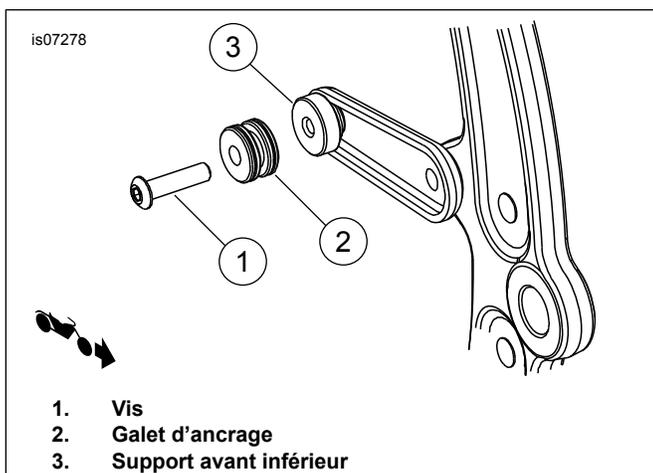

Figure 6. Galet d'ancrage inférieur avant (sans les autres accessoires amovibles)
1. Voir Figure 6. Installer le galet d'ancrage mini (2) sur la vis (1).
3. Installer la vis dans la partie filetée du support avant inférieur (3). Serrer la vis à un couple de 16,3–24,4 N·m (12–18 ft-lbs).